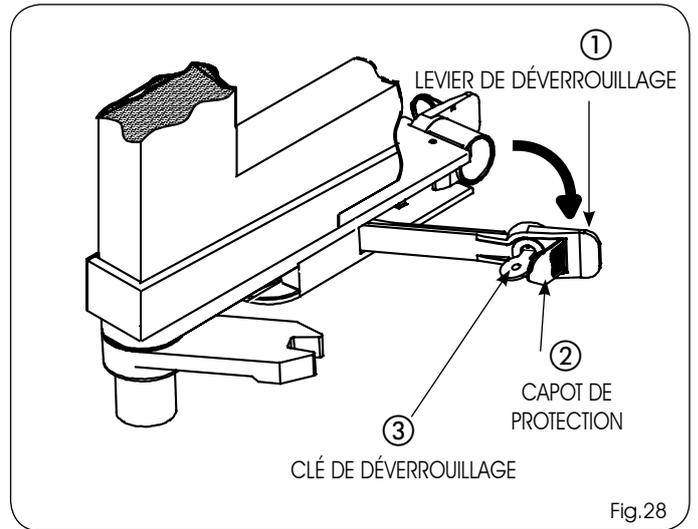

Fig.28
- 1) Ouvrir le capot de protection (Fig. 28 réf. ②).
- 2) Introduire la clé de déverrouillage dans la serrure (Fig.28 réf. ③) et la tourner en sens horaire jusqu'à la butée.
- 3) Tirer le levier de déverrouillage vers soi (Fig.28 réf. ①).
- 2) Introduire la clé de déverrouillage dans la serrure (Fig.28 réf.③) et la tourner dans le sens inverse, jusqu'à la butée et l'extraire.